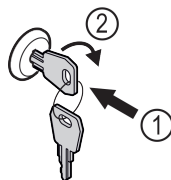

Fig. 203
- Inserire la chiave. Fig. 203 (1)
- Ruotare la chiave di 90° in senso orario. Fig. 203 (2)